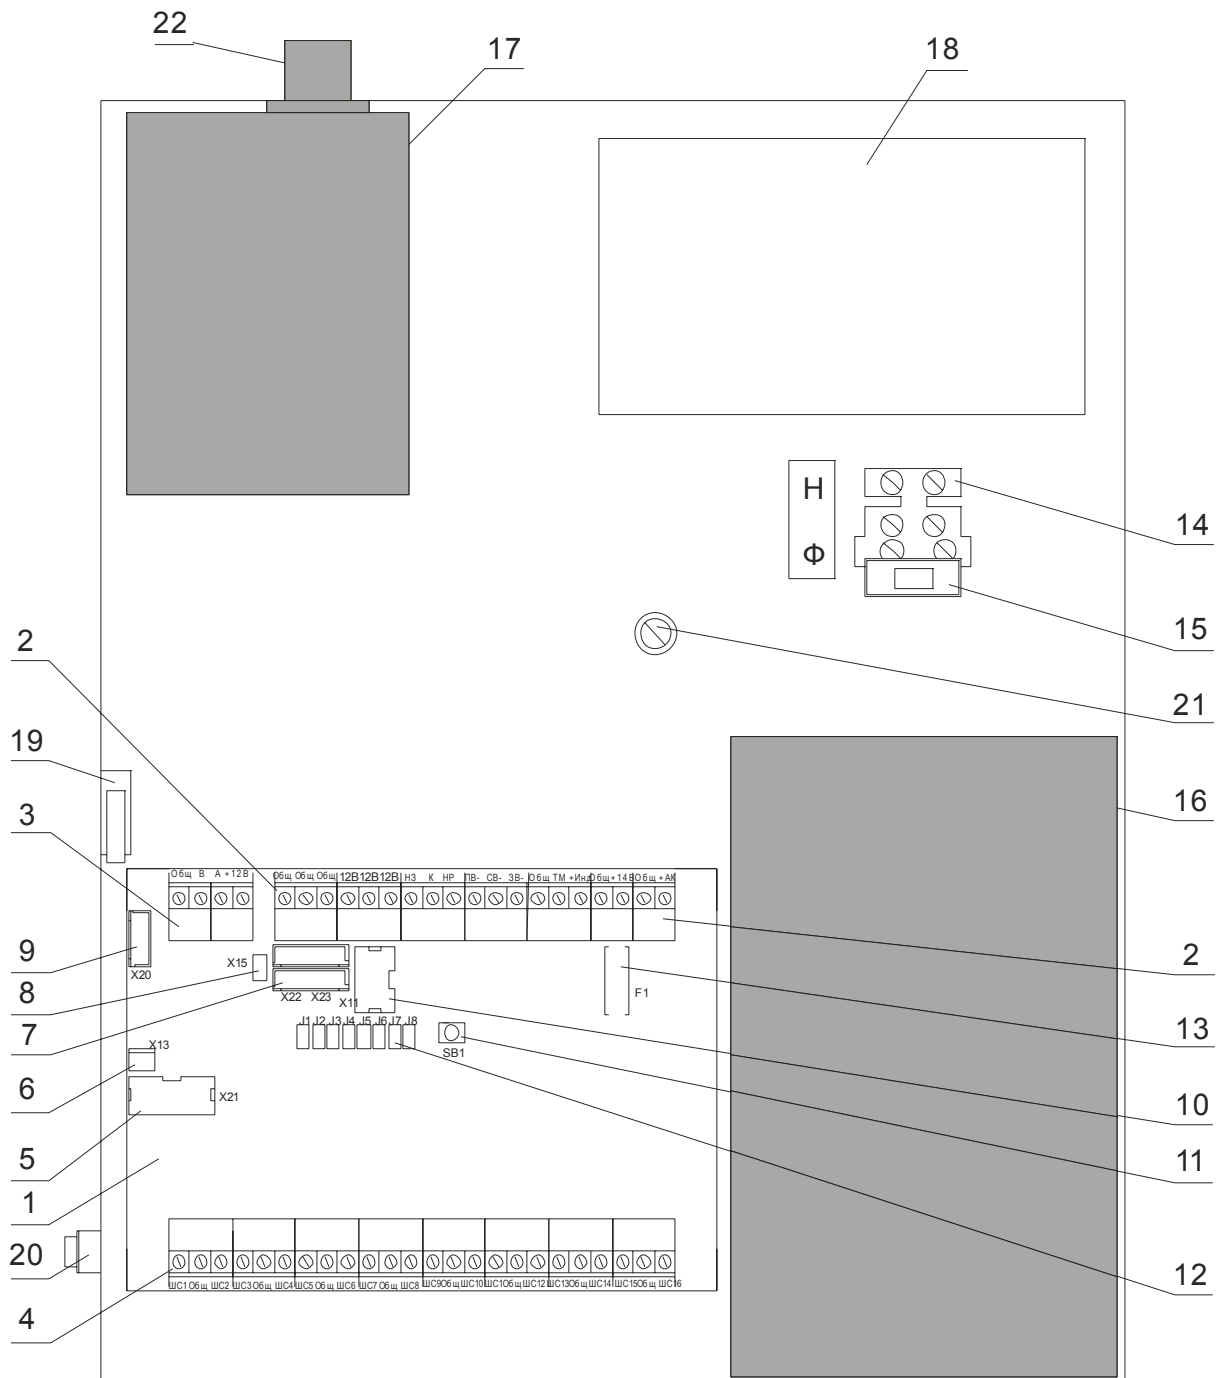

Рисунок 2 - Размещение узлов в кожухе прибора «Протон-16»
1.4.1.2 В кожухе прибора смонтированы (рисунок 2): печатный узел управления, устройство передачи извещений (радиопередатчик или модем GSM), источник питания 220/14В.